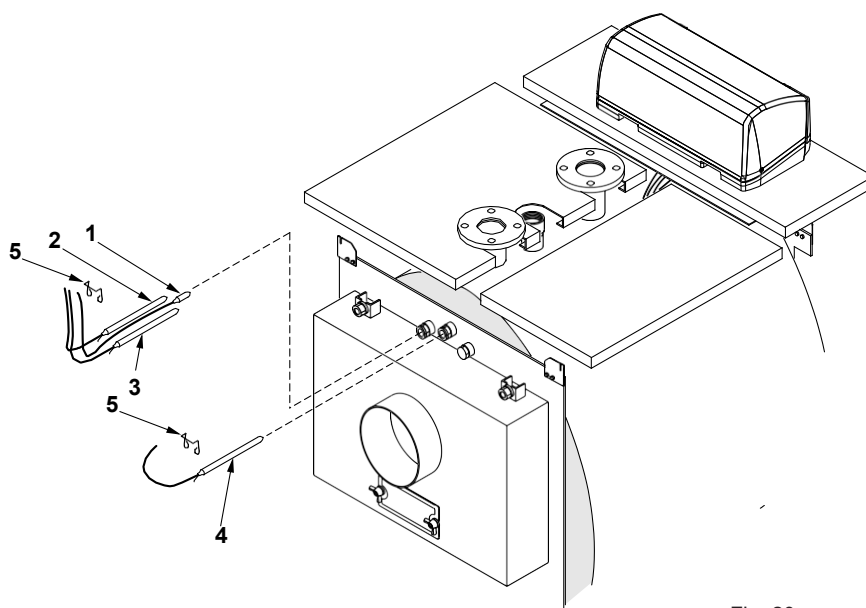

Fig. 20
E) Montera termometer- och termostatbulberna i sina respektive hållare, se fig. 20, och anslut nätspänning, brännare, pump(ar) och eventuell annan utrustning till kontrollpanelen.